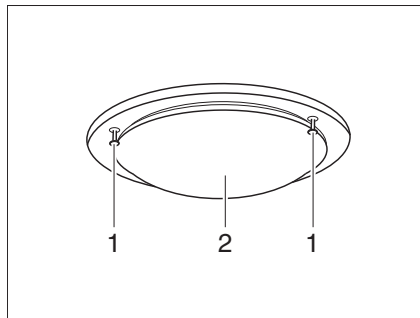

Fig. 170 Plafonnier
- Dévisser les vis (Fig. 170,1) et retirer avec précaution le couvercle en verre (Fig. 170,2).